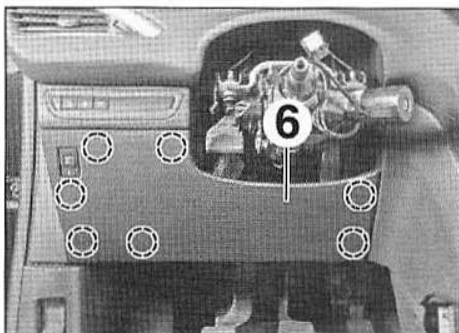

FIG.9
- Dégrafer et déposer la garniture de genoux (6) (Fig.9).